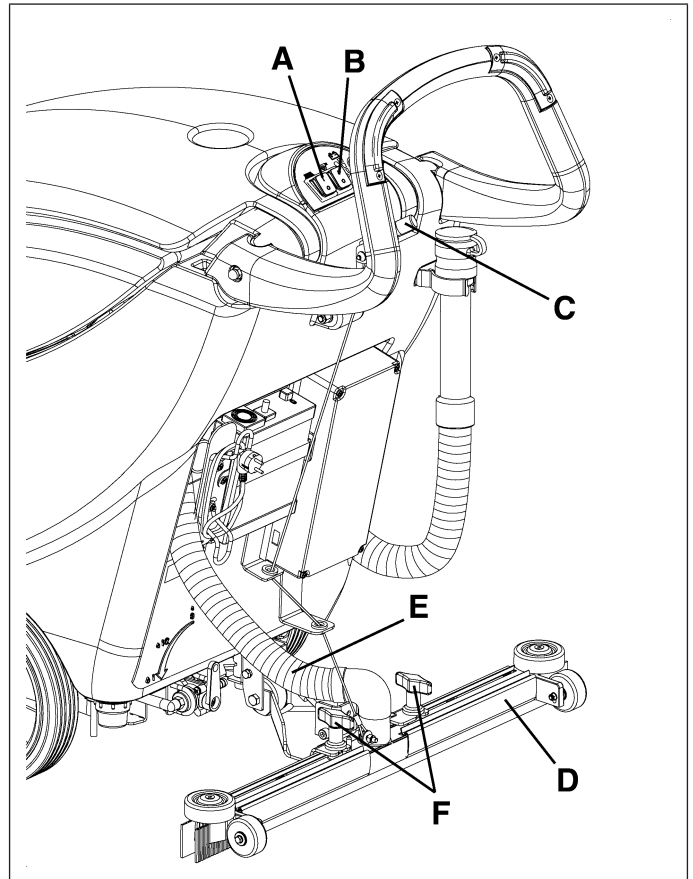

Figure 24
1. Controlar que los interruptores (A y B, Fig. 24) estén en posición "0".
2. Bajar la boquilla (D, Fig. 24) mediante la palanca (C).
3. Desconectar el tubo de aspiración (E, Fig. 24) de la boquilla.
4. Aflojar las empuñaduras (F, Fig. 24) y quitar la boquilla (D).
4. Reinstalar la boquilla (D, Fig. 24) y enroscar las empuñaduras (F).
5. Conectar el tubo de aspiración (E, Fig. 24) de la boquilla (D).